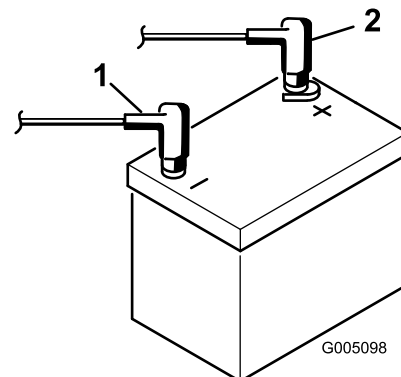

图6
- 2. 用电池正极接线红色连接启动马达线圈与电池的正极+图6。用扳手将其固定并在端子上涂抹凡士林。确保电线远离座椅处于最后面的位置因为座椅可能损坏电线。